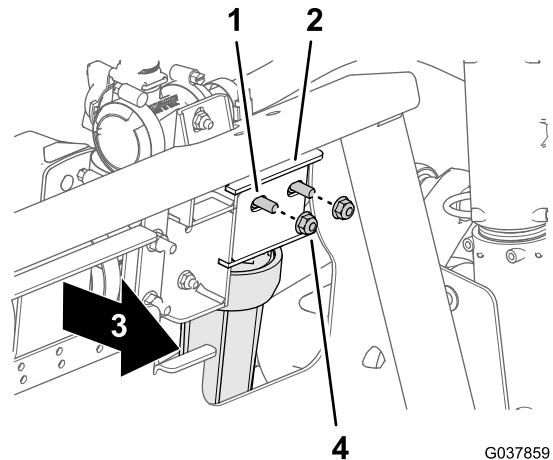

Рисунок 62
3. В передней левой части крепления клапана отверните две фланцевые контргайки (5/16 дюйма), которые крепят фильтр нагнетания к кронштейну коллектора (Рисунок 62).